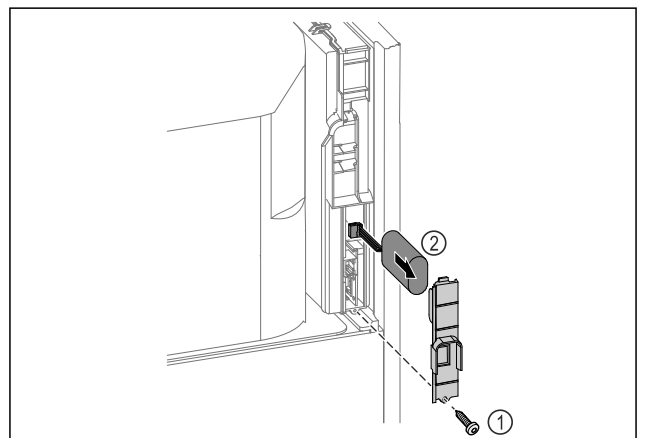

Fig. 254
- ▶ Desatornillar el tornillo y retirar la cubierta de la parte trasera del electrodoméstico Fig. 254 (1).
- ▶ Desconectar la batería y extraerla Fig. 254 (2).